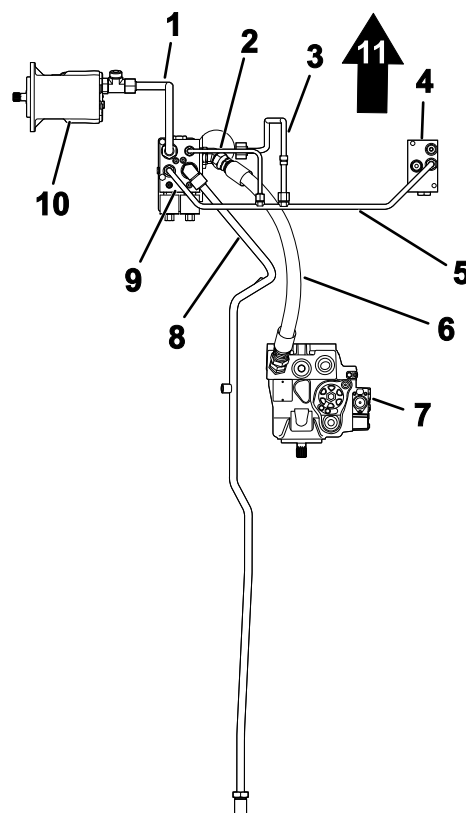
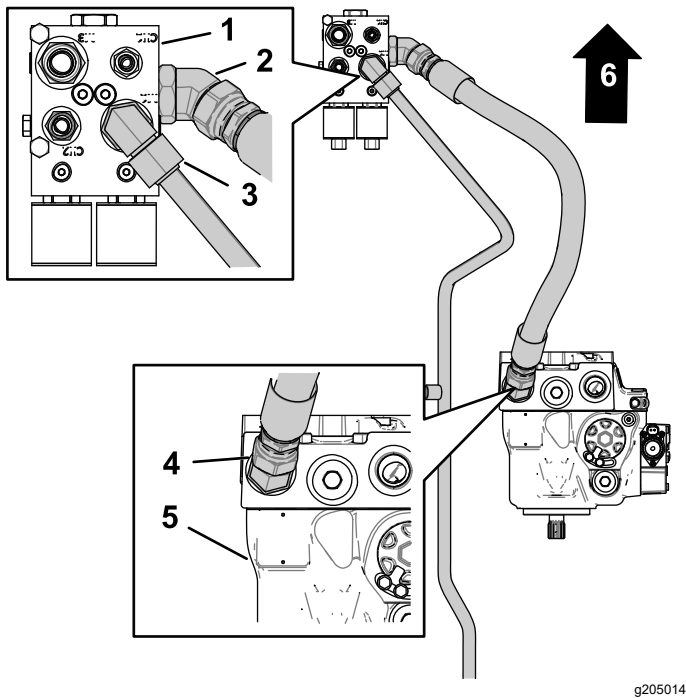

Figure 7
Figure 8
1. Alignez l'écrou-raccord avant du tube de traction arrière et le raccord coudé du collecteur du diviseur de débit (Figure 7 et Figure 8).
4. Vissez une extrémité droite du flexible de pression sur le raccord de la pompe hydraulique (Figure 8).
6. Vissez l'autre extrémité droite du flexible de pression sur le raccord latéral du collecteur du diviseur de débit (Figure 8).